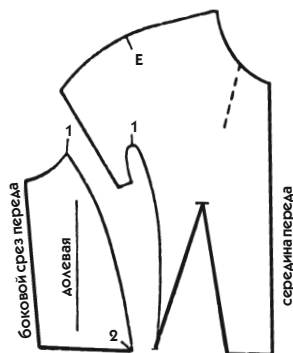

Рис. 725
4. Если угол у засечки 1 слишком острый, его следует скруглить во избежание расползания ткани при монтаже (см. обе части законченного лекала на рис. 725).